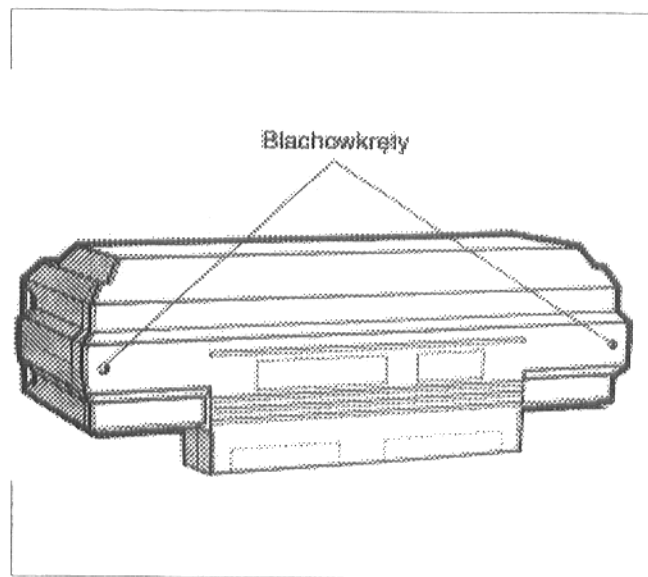

Rys. 46
- Zawiesić osłony drzwiczek palnika na płaszczu drzwiczek palnika (rys. 46).